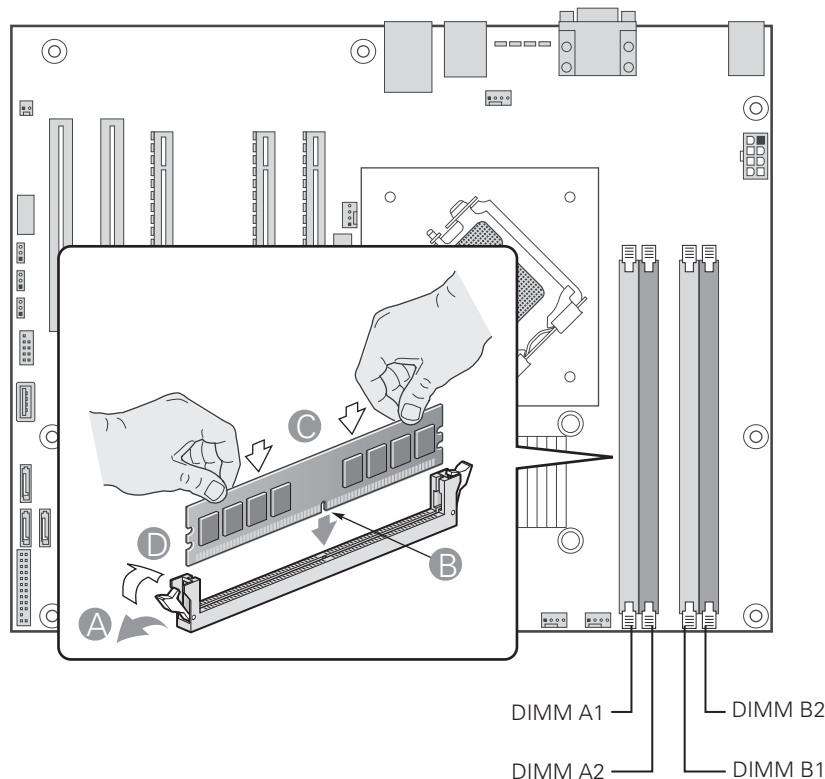

Figure 5. Installation de modules DIMM
5. Recherchez les supports DIMM (voir Figure 5).
6. Veillez à ce que les clips des supports DIMM soient poussés vers l'extérieur, en position ouverte (A dans la Figure 5).
8. Placez le module DIMM au-dessus du support. Alignez la petite encoche située sur le bord inférieur du module DIMM avec la clé du support (B dans la Figure 5).
9. Introduisez le bord inférieur du module dans le support (C dans la Figure 5).
10. Lorsque le module est inséré, poussez délicatement le bord supérieur jusqu'à ce que les clips se mettent en place. Vérifiez que les clips sont solidement fixés (D dans la Figure 5).